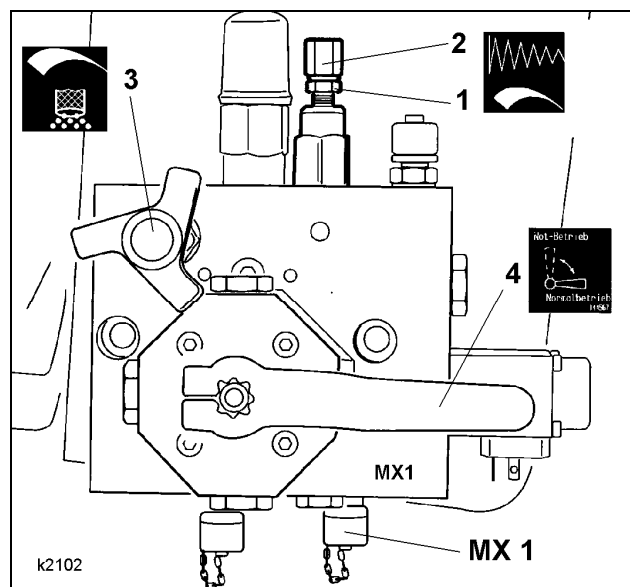

Fig. 1
- Acople el manómetro de prueba al empalme "Minimes" "MX 1" (Fig. 1). La designación está grabada en el bloque de mando.
- Bloquee la bomba de hormigón cerrando el grifo esférico 1 (Fig. 1) en el bloque de mando de la bomba de hormigón.
- Lea el valor indicado por el manómetro de prueba. Debe indicarse un valor entre 10 (15) y 15 (18) bares, **preferentemente 12 (15) bares**.